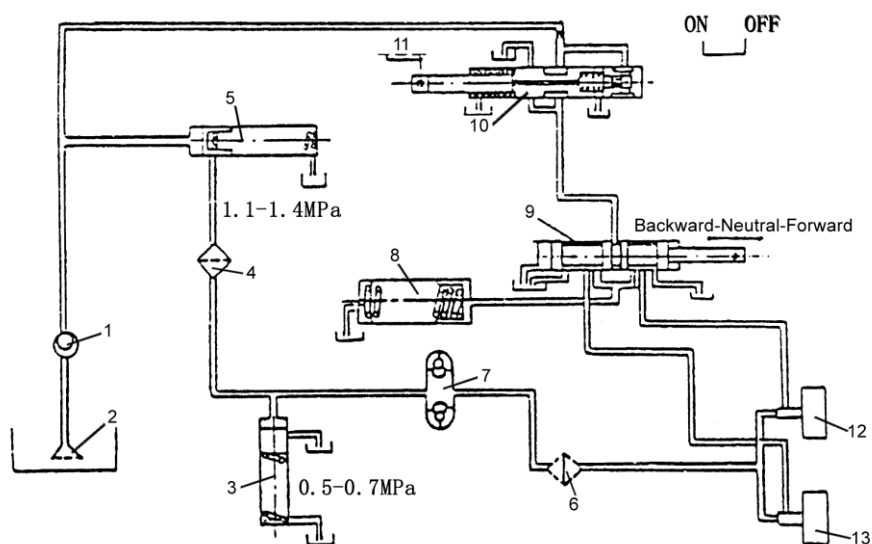

Abb. 5-7:
5.7 Hydraulikkreislauf (Antriebseinheit mit hydrodynamischem Getriebe) (Siehe Abb. 5-7)